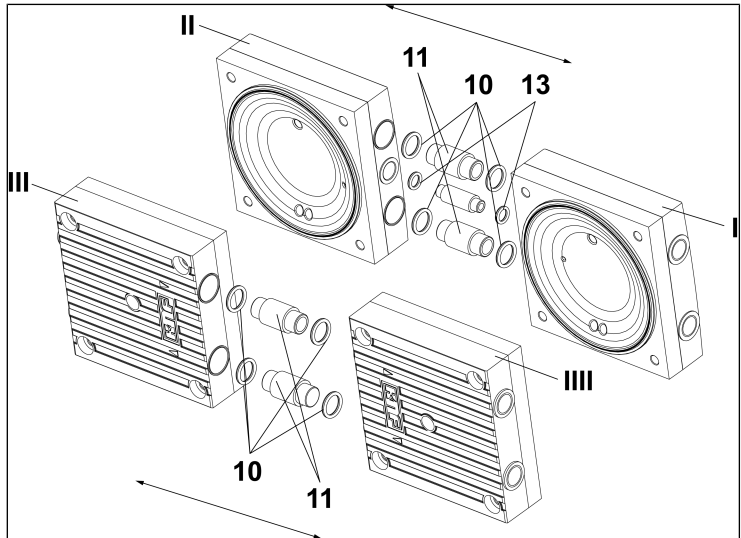

Abb.8: Entnahme der O-Ringe und der Verschaltungsrohre
8. Ziehen Sie die Köpfe 1 (I/Abb. 8) und 2 (II/Abb. 8) auseinander und entnehmen Sie die O-Ringe (10/Abb. 8) und (13/Abb. 8).
7. Setzen Sie die O-Ringe (**10/Abb. 8**) und (**13/Abb. 8**) auf die Verschaltung auf.
8. Drücken Sie die Köpfe 1 und 2 (**I und II/Abb. 8**) zusammen.